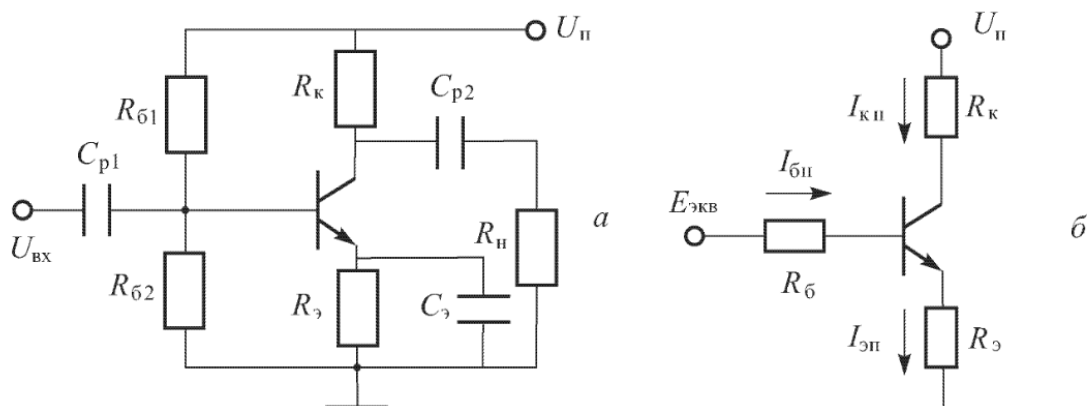

Рисунок 1 – Эквивалентная схема резисторного усилителя
1. Определить точку покоя резисторного усилителя (рисунок 1) на транзисторе КТ 3176 А9, если:  $U_n = 10$  В,  $R_k = 19,5$  Ом,  $R_3 = 0,5$  Ом,  $R_{\delta 1} = 385$  Ом,  $R_{\delta 2} = 40$  Ом,  $h_{21э} = 180$ . Характеристики транзистора приведены на рис. П.3. Определить дифференциальный параметр  $h_{11э}$  в точке покоя.
2. Определить точку покоя резисторного усилителя (рисунок 1) на транзисторе 2Т 860 А, если:  $U_n = 16$  В,  $R_k = 9$  Ом,  $R_3 = 1$  Ом,  $R_{\delta 1} = 650$  Ом,  $R_{\delta 2} = 100$  Ом,  $h_{21э} = 140$ .
3. Определить точку покоя резисторного усилителя (рисунок 1) на транзисторе 2Т860 А, если:  $U_n = 24$  В,  $R_k = 19$  Ом,  $R_3 = 1$  Ом,  $R_{61} = 900$  Ом,  $R_{62} = 100$  Ом,  $h_{21э} = 130$ . Характеристики транзистора приведены на рисунке 1. Определить дифференциальный параметр  $h_{11э}$  в точке покоя.